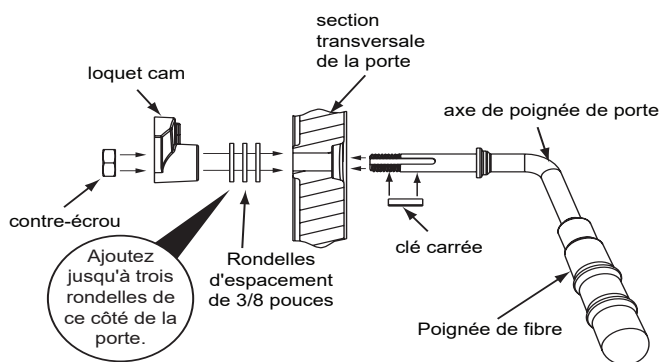

Figure 27.4 - Poignée de porte pour porte voûtée
2. Installez une (des) rondelle (s) supplémentaire (s) comme illustré à la **Figure 27.4**
6. Installez la poignée en fibre (**Figure 27.4**).